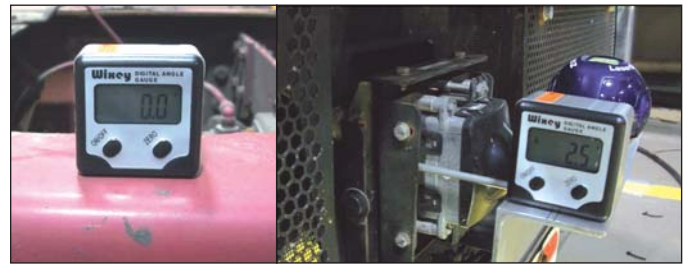

FIGURA 30 – INCLINÓMETRO
(NOTA: si el técnico de servicio no puede estacionar el vehículo en un piso nivelado, se puede utilizar el inclinómetro digital para alinear el sensor del radar verticalmente. Primero, ponga el inclinómetro en cero sobre el riel del marco. Luego, utilícelo en vez del nivel de burbuja en el proceso de alineación vertical; consulte la figura 30.)
4. Verifique que la burbuja de alineación vertical apenas toque la línea más cercana al vehículo como se muestra en la figura 29. Si no es así, siga las instrucciones en la sección 6.08: *Procedimiento de ajuste vertical* para alinear el sensor del radar. Al utilizar el nivel de burbuja para la alineación vertical, es importante que la burbuja esté como se muestra. El rendimiento del sistema se verá muy afectado si la burbuja cruza la línea más cercana o está por debajo de la posición ideal. Si utiliza un inclinómetro, la alineación del sensor del radar debe estar $-0,5^\circ$ hacia abajo. Consulte la figura 30.